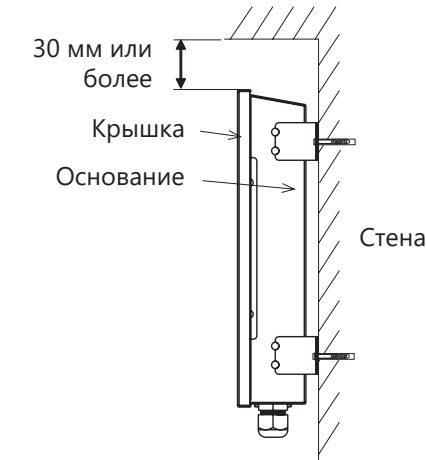

Рис. 2.2.2
- Во избежание падения устройства выберите соответствующие винты и закрепите основание ровно на стене (см. рис. 2.2.2).